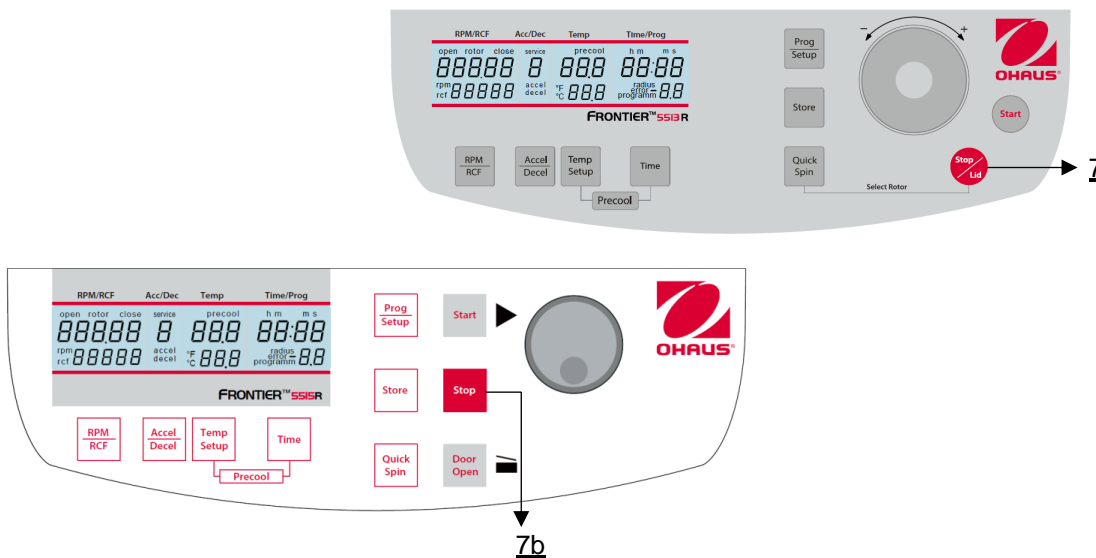

Abbildung 23
Mit der Taste **"Stop"** (7b) oder **"Stop/Deckel"** (7) (siehe Abbildung 23) können Sie den Lauf jederzeit unterbrechen. Nach Drücken der Taste verlangsamt die Zentrifuge mit der jeweils vorgewählten Intensität bis zum Stillstand.